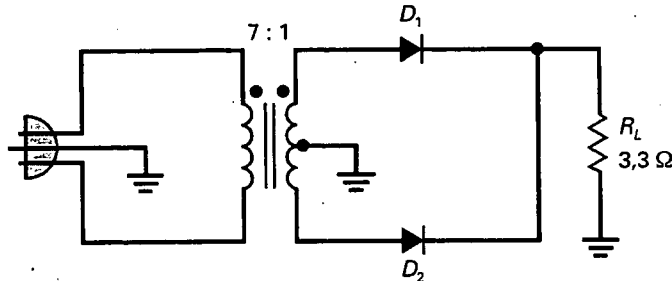

Figura 4-38
- 4-10. ¿Cuál es la tensión de pico de salida en la Figura 4-38 si los diodos son ideales? ¿Y el valor medio? ¿Y el valor de continua? Dibuje la forma de onda de salida.